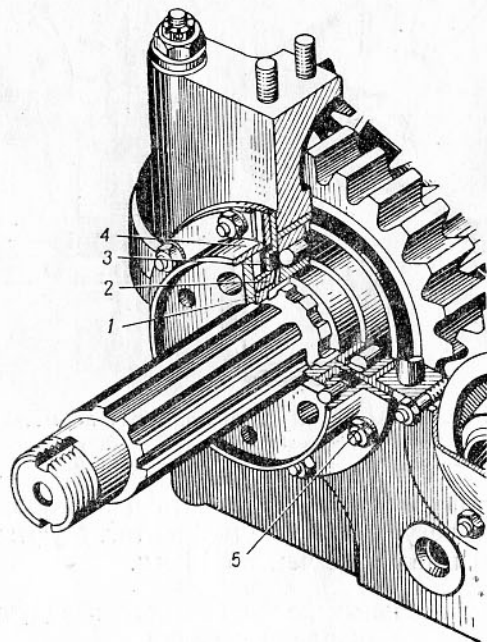

Рис. 25. Установка уплотнительных колец главного вала:
4. Отstopорить, отвернуть гайки 5 (рис. 25) и снять неподвижную чашку 4 и обойму 3 с прокладкой.
1. Вставить поочередно уплотнительные кольца в обойму 3 (рис. 25) и проверить зазоры (см. Технические условия, п. а).